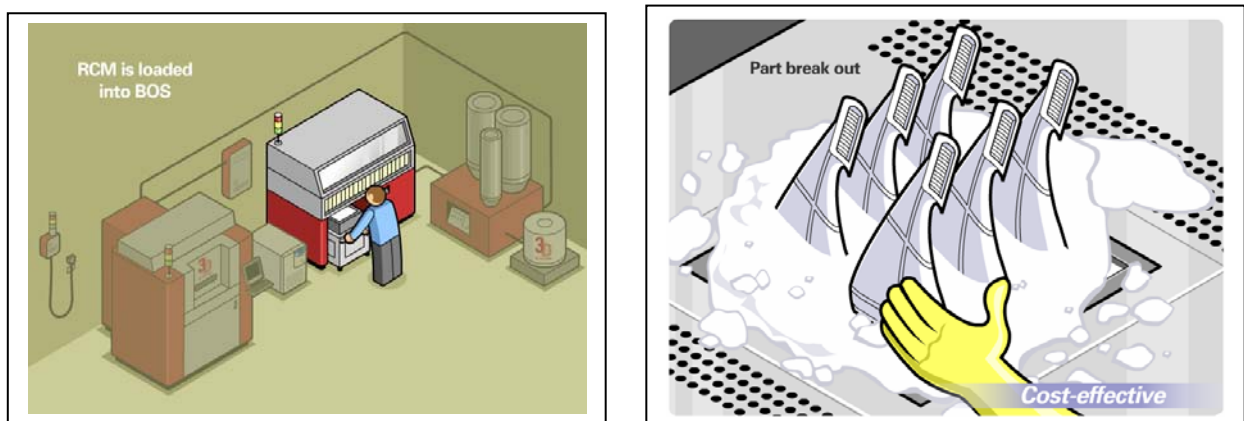

Рис. 4 Очистка и извлечение модели
3. После построения модуль снова подключается к системе **OST** – теперь уже для охлаждения, и затем перемещается в камеру очистки **BOS**. Отработанный порошок автоматически удаляется, готовая модель извлекается из камеры, рис. 4. (В это время **RP**-машина «работает» с другим **RCM**-модулем и строит следующую модель).